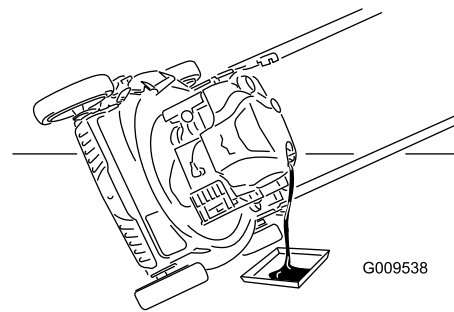

Figura 25
7. Deite máquina de lado, com o tubo de enchimento de óleo para baixo, para drenar o óleo usado através do tubo de enchimento de óleo para o recipiente de escoamento do óleo (Figura 25)